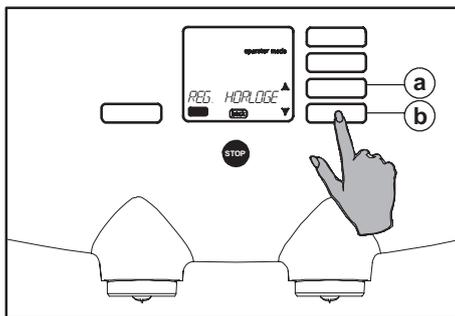

Fig. 53 Menu de sélection RÉG. HORLOGE
3. Utilisez les boutons de défilement \updownarrow (fig. 53 a ou b) jusqu'à ce que l'option "RÉG. HORLOGE" apparaisse à l'écran.